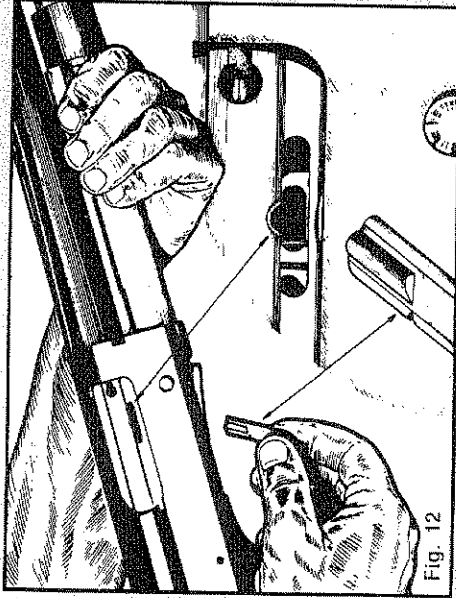

Fig. 12
- b) sfilare la manetta, impugnando il pistone (fig. 12) e facendolo arretrare di circa 7 mm., finché la manetta stessa si trova in corrispondenza della scanalatura ad U posta nel mezzo dell'asoia ricavata nell'otturatore;
- b) ôter le levier d'armement, pour cela, faire glisser le piston d'environ 7 mm. vers l'arrière (fig. 12) ce qui amène le levier dans l'alignement du profil en U visible sur la partie supérieure du logement dudit levier.
- Den Bedienungsgriff herausziehen, indem man die Schiebemuffe (Abb. 12) in die Hand nimmt und sie um etwa 7 mm zurückzieht bis der Bedienungsgriff mit der U-Rille in der Mitte des Schlitzes im Verschlussstück übereinstimmt.
- b) sacar la maneta agarrando el piston (fig. 12) y haciendolo retroceder aproximadamente 7 mm hasta que la maneta coincida con la estria en U colocada en el medio de la hendidura del cerrojo,